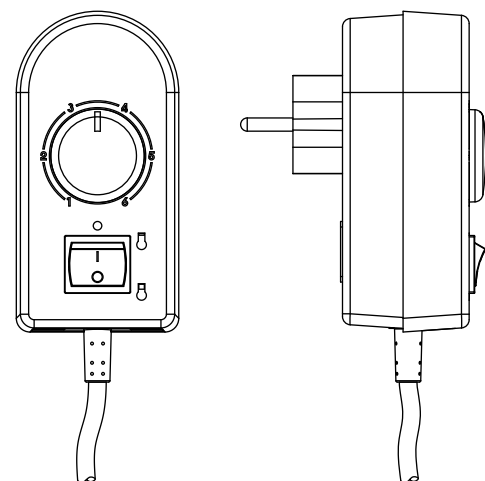

Abb.2
**Der Regler R10A ist in der Steckdose stets in senkrechter Stellung anzubringen**, so dass die Kabelauführung aus dem Regler stets nach unten austritt (siehe Abb. 2). Eine andere Arbeitsposition des Reglers ist nicht zulässig.